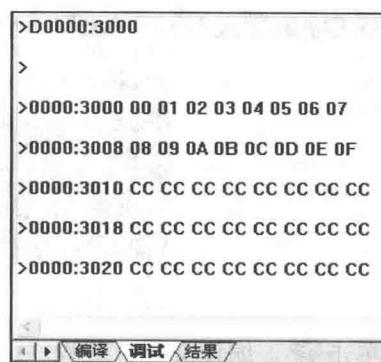

图 1.1.7 观察程序运行结果
9) 单击 按钮运行程序，待程序运行停止，观察程序运行结果，仍使用命令 D0000: 3000 来观察数据变化，如图 1.1.7 所示。